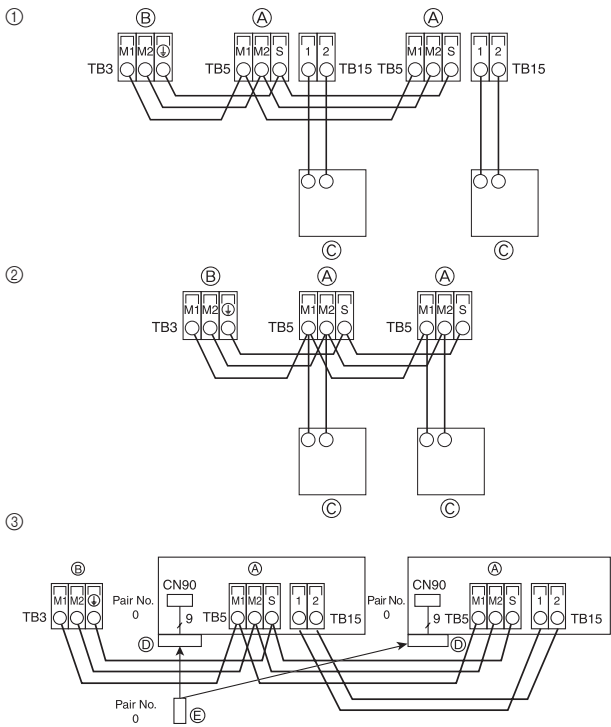

Fig. 5-3
5.4. Conexión de los cables de transmisión del mando a distancia y de las unidades exterior e interior (Fig. 5-3)
- ① Mando a distancia MA
- ② Mando a distancia M-NET
- ③ Controlador remoto inalámbrico (al instalar un receptor de señales inalámbricas)